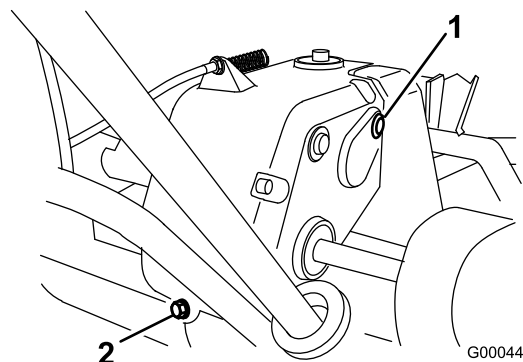

Figura 30
2. Retire a válvula de drenagem da parte posterior da transmissão (Figura 30).
3. Empurre o manípulo para baixo e incline a traseira da máquina. Retire a válvula de verificação/enchimento do lado direito da transmissão (Figura 30).